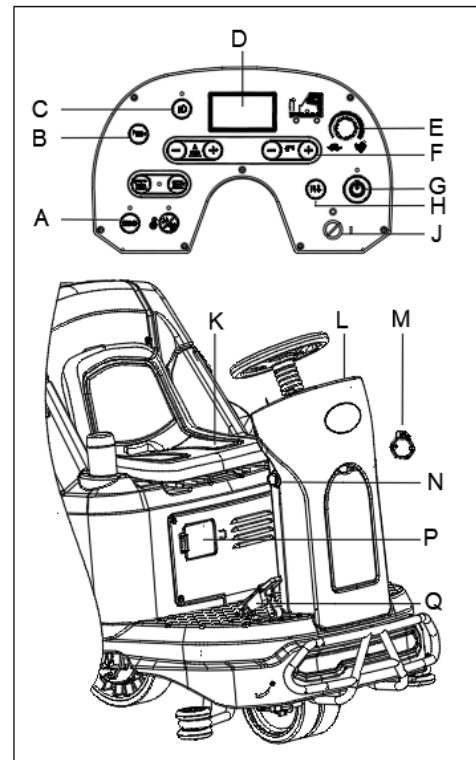

Рис. 13
2. Займите сиденье (K, рис. 13), вставьте ключ зажигания (J, рис. 13) и поверните его в положение “I”. Проверьте состояние батарей на экране дисплея. При необходимости зарядите батареи (см. процедуру в главе «Техническое обслуживание»).
Направление движения вперед/назад можно регулировать с помощью переключателя (N, рис. 13). Скоростью движения машины можно управлять с помощью регулировочного устройства (E, рис. 13).
4. Нажмите кнопку быстрого запуска One-Start (G, рис. 13), чтобы запустить машину, скребок и щетки автоматически опускаются на пол, и начинает работать вакуумный двигатель.
5. Нажмите нужные контрольные кнопки подачи раствора (F, рис. 13) в зависимости от типа уборки.
6. Нажмите педаль акселератора (Q, рис. 13) и начните очистку.
7. Вы можете зарядить свой телефон или планшет через USB-порт зарядки (M, рис. 13), когда ключ зажигания (J, рис. 13) находится в положении «I».
8. Нажмите кнопку звукового сигнала (B, рис. 13), чтобы предупредить людей, когда это необходимо.
9. При необходимости, нажмите кнопку аварийной остановки (N, рис. 13) для аварийной остановки машины.
10. При необходимости нажмите кнопку передних фар (С, рис. 13) для освещения темных зон или для предупреждения пешеходов.
11. При необходимости отрегулируйте положение сиденья (К, рис. 13), повернув вправо ручку справа от сиденья, затем передвиньте сиденье в нужное положение.
Мотор щетки, вакуумный мотор, мотор двигателя и схема управления находятся под защитой защиты от перегрузки (Р, рис. 13). При отключении защиты от перегрузки, не включайте ее заново сразу, не обнаружив первопричину, и убедитесь, что двигатель остыл перед повторным включением.
12. Отпустите педаль акселератора (Q, рис. 13), машина перестанет работать.
13. Нажмите кнопку быстрого запуска One-Start (G, рис. 13), чтобы остановить щетки и вакуумный двигатель. Щетки и скребки автоматически поднимаются над уровнем пола. Вакуумная система остановится через несколько секунд.